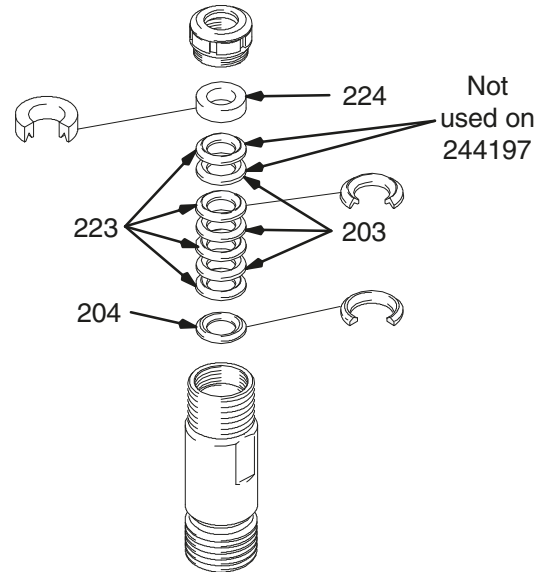

Fig. 12
Fig. 12. La alle lærpakningene ligge i SAE 30W-olje i minst én time før de monteres. Legg hanmutteren (204) på sylindren. Legg vekselvis UHMWPE (203) og lærpakninger (223) (merk retning). Legg hunmutteren (224) på toppen av sylindren. Plasser pakningene.